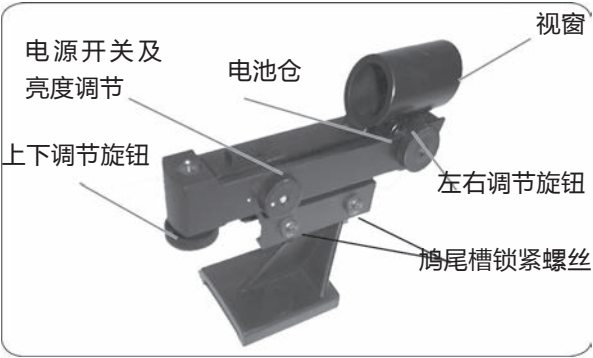

图 2-12
5. 不要移动主镜，调节红点寻星镜的水平 / 高度调节组，如图 2-12，直到红点压在校准目标上。